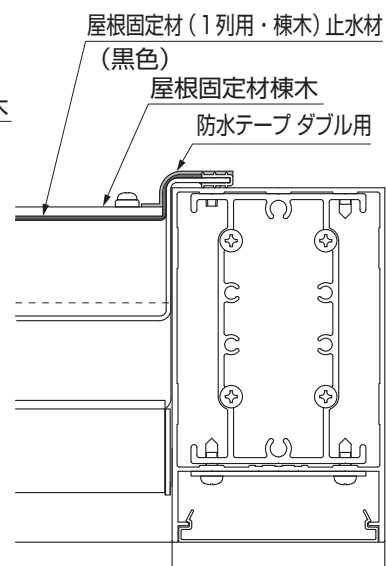
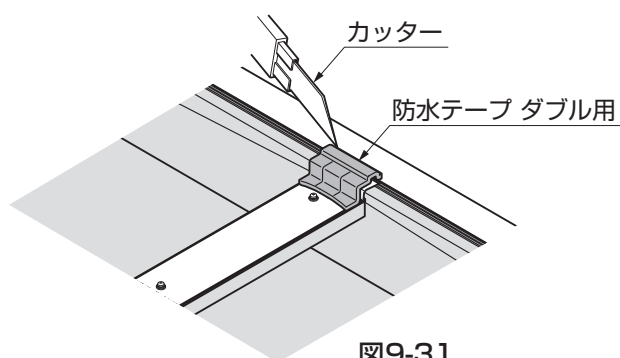

図9-26
図9-31
- 余分な部分はカッターなどで取除いてください。（図9-26、図9-31参照）